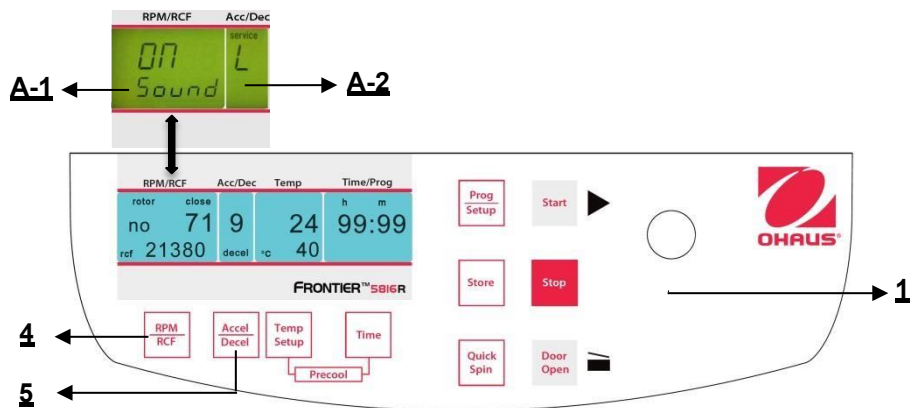

Abbildung. 35
Fahren Sie fort wie unter Punkt 4.1.1 beschrieben, um in den Programmmodus einzutreten und drücken Sie dann die Taste **"Accel/Decel"** (5). Auf der Anzeige blinkt **"Acc/Dec"** (A-2) das Wort **"Service"**. Wählen Sie nun den Buchstaben **"L"** mit Hilfe des Anpassungsknopfes (1). Als Ergebnis erscheinen die Worte **"On Sound"** auf der Anzeige **"RPM | RCF"** (4). Wenn Sie die Taste **"RPM | RCF"** (4) nun drücken, blinkt das Wort **"On"** und Sie können den Ton mit dem Anpassungsknopf (1) umschalten (siehe Abbildung 35). Nachdem Sie die Einstellungen gespeichert haben (siehe 4.1.1), ändern Sie zurück zum normalen Programmiermodus, indem Sie die Zentrifuge kurzzeitig ausschalten.